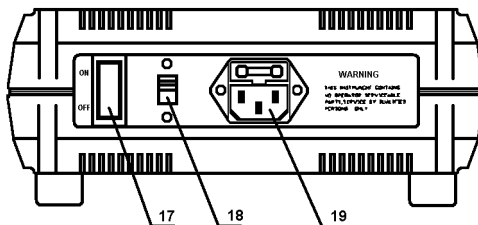

Рисунок 4. Задняя панель.
- (11) Кнопка "RUN": нажатие этой кнопки завершает процедуру выбора формы сигнала или диапазона и переключает дисплей на отображение частоты и амплитуды выходного сигнала.
- (12) Кнопка "RESET": нажатие этой кнопки загружает начальные заводские установки формы сигнала или диапазона.
- (13) Светодиод "Hz": индикатор единиц измерения Гц.
- (14) Светодиод "KHz": индикатор единиц измерения кГц.
- (15) Светодиод "mVp-p": индикатор единиц измерения $mV_{\text{пик-пик}}$.
- (16) Светодиод "Vp-p": индикатор единиц измерения $V_{\text{пик-пик}}$.
- б. Задняя панель: (рис. 4).